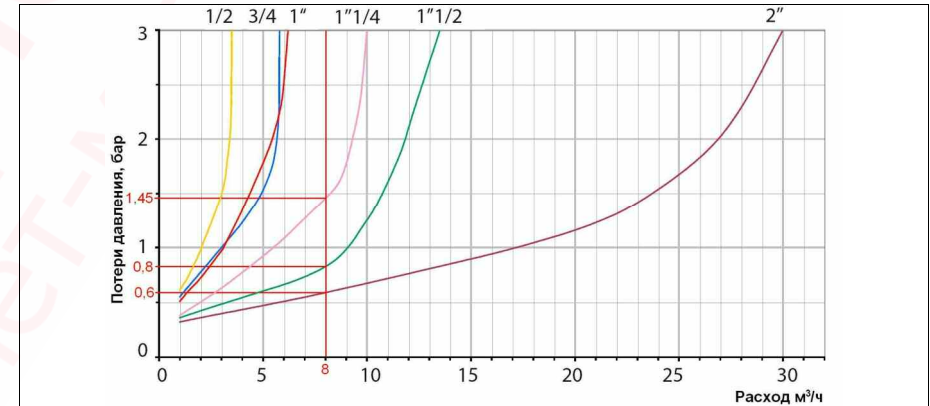

Рис. 3 Диаграмма потерь давления на клапане 7BIS в зависимости от расхода через него.
2. Выбрать условный проход клапана редукционного 7 bis (рис. 3)
Требуемый расход среды через клапан 8 м³/ч. Согласно диаграмме (рис.3) для расхода 8 м³/ч можно выбрать клапаны с условными проходами: Ду 32, Ду 40, Ду 50.